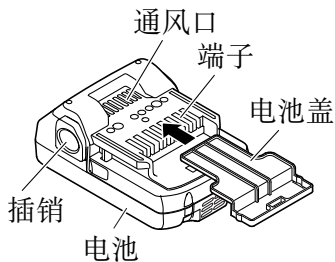

图 1
- 为防止发生短路，应将电池装入工具中或者在存放时牢固地插入电池盖，直至看不到通风口。（图 1）